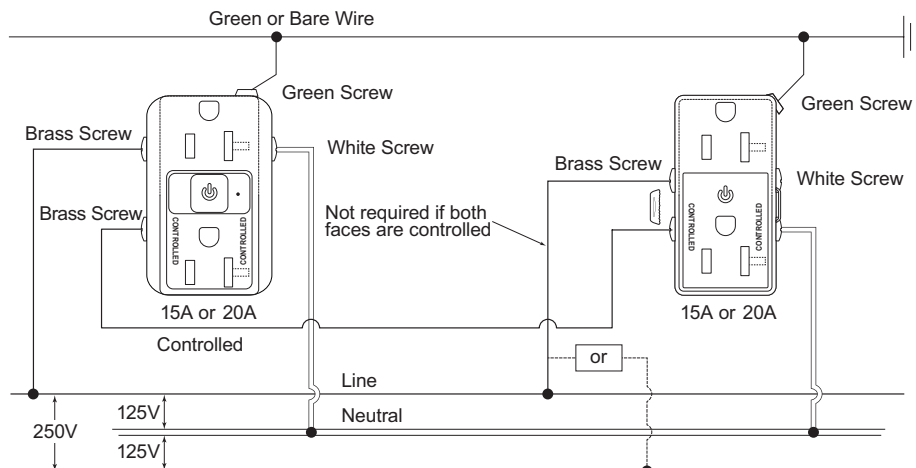

Figure 1
- Raccordez les fils comme indiqué dans la figure 1. Serrez correctement les fils au moyen des bornes-vis ou dans les orifices arrière de fixation des fils au dos de la prise.